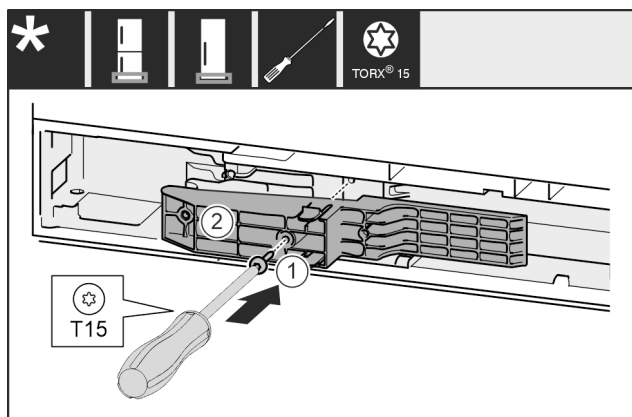

Fig. 65 *
- ▶ Helyezze be az illesztődarabot Fig. 65 (1) a mélyedésbe a fogantyú felőli oldalon.*
- ▶ Húzza meg a csavart Fig. 65 (2) csavarhúzóval.*